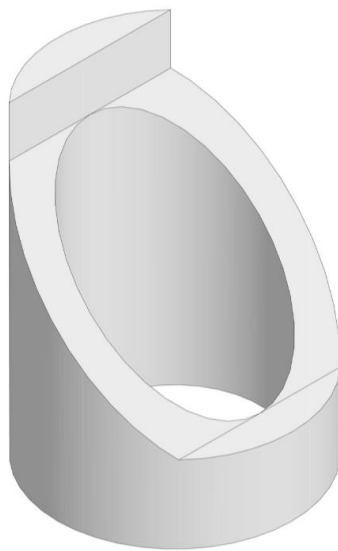

Рисунок 5 – Пример детали для выполнения лабораторной работы 2
7. Построить необходимое количество видов детали согласно своему варианту, используя инструменты, изученные в лабораторной работе 1 (рисунок 5).
9. Запомнить сделанный чертеж в папке группы под своим именем (рисунок 5).